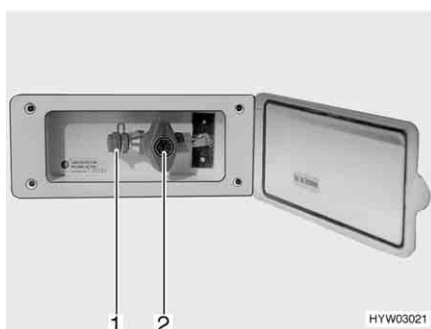

Fig. 110 Presa gas esterna, rubinetto di arresto del gas chiuso
La presa gas esterna (Fig. 110) si trova, a seconda del modello, nella parte posteriore o sul lato destro o sinistro del veicolo.
- Collegare l'apparecchio a gas esterno all'attacco (Fig. 110,1).
- Aprire il rubinetto di arresto del gas (Fig. 110,2).